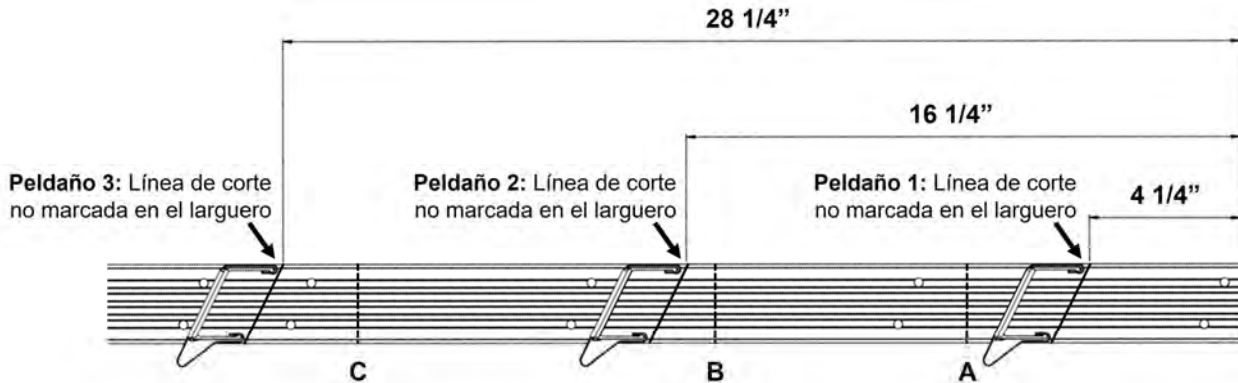
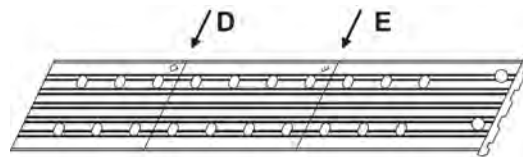

FIGURA 27 : : UBICACIÓN DE CORTE DE LARGUERO LATERAL
FIGURA 28 : UBICACIÓN PARA CORTAR TACÓN DESLIZABLE (CORTE CUANDO SEA NECESARIO)
X. Consulte la altura de techo que anoto en la Sección V y determine la ubicación para cortar los largueros laterales y los tacones deslizables de la escalera de ático. Ver **Tabla 4**, **Figura 27** y **Figura 28**.
Instalador #1: Corte larguero lateral y tacón deslizable en la ubicación apropiada. Ver **Figura 27** y **Figura 28**. Tenga cuidado con los bordes afilados después de hacer los cortes.